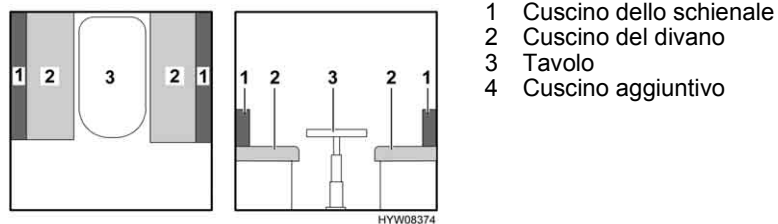

Fig. 38 Prima della trasformazione
- Collocare i cuscini dello schienale (Fig. 38,1) sotto il tavolo.